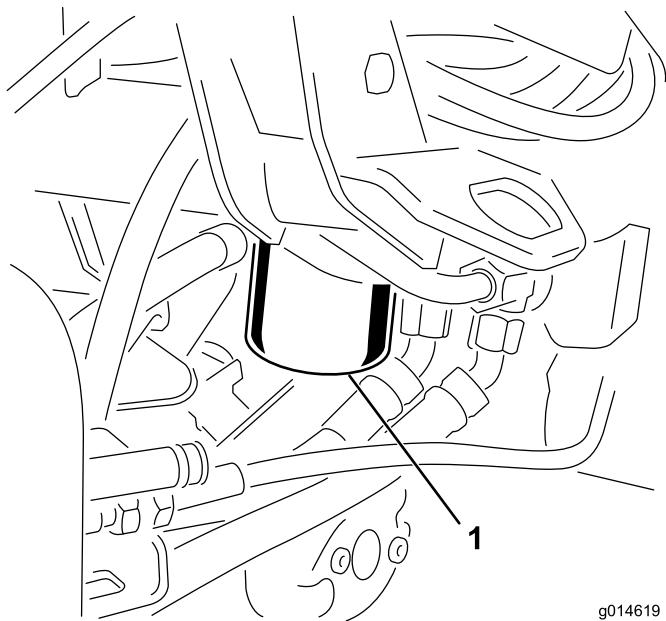

図 52
1. フィルタ容器の周辺をウェスできれいにぬぐう図 52。フィルタの下に廃油受けを置いてフィルタを外す。